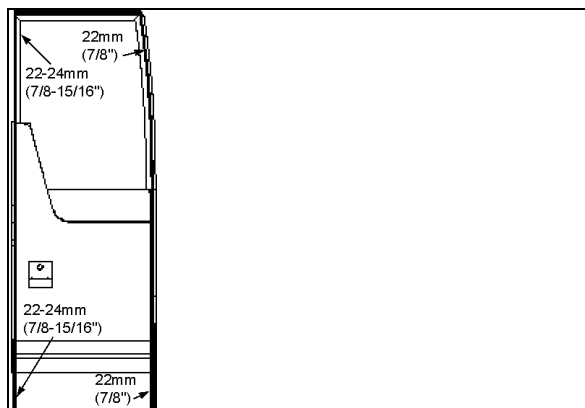

FIGURE 33: AJUSTEMENT DE LA COMPRESSION DU JOINT 18632
- Depuis l'extérieur du véhicule, insérer un bord droit dans le trou le long du périmètre extérieur de la porte. Mesurer la distance entre l'encadrement de porte et la surface extérieure de la porte aux quatre coins de la porte (Voir Figure 33).